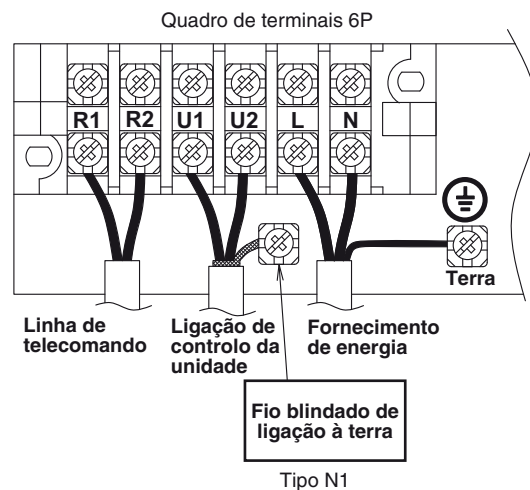

Fig. 4-2
- (1) Consulte a Secção 4-2. "Comprimento e diâmetro do fio recomendado para o sistema de fornecimento de energia" para a explicação de "A", "B", "C", "D" e "E" nos diagramas acima.
- (2) O diagrama de ligação básica da unidade interior mostra os quadros de terminais e, portanto, os quadros de terminais no seu equipamento podem diferir do mostrado no diagrama. (Fig. 4-2)
- (3) O endereço do circuito do refrigerante (R.C.) deve ser definido antes de ligar a alimentação.
- (4) Com respeito à definição do endereço R.C., consulte as instruções de instalação fornecidas com o telecomando (opcional). A definição automática do endereço pode ser executada automaticamente pelo telecomando. Consulte as instruções de instalação fornecidas com o telecomando (opcional).